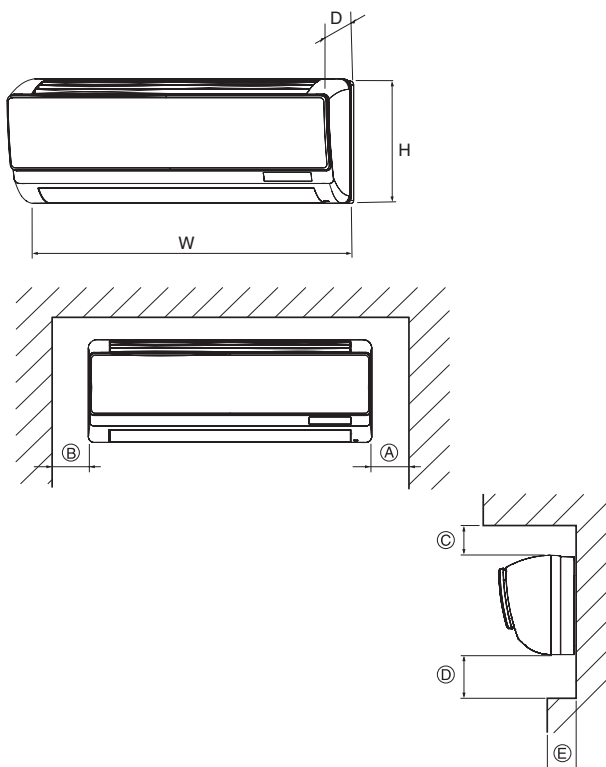

Fig. 2-1
①	Βάση για τη στερέωση σε τοίχο	1	Στερεώνεται στη πίσω πλευρά της μονάδας
②	Διατρητικές βίδες 4 x 35	8	Είναι τυλιγμένα με
③	Κετσές	1
④	Καλώδιο ελεγκτή εξ αποστάσεως MA	1
⑤	Καλώδιο	1
⑥	Ζώνη	1
⑦	Δέσιμο	1
2.1. Εξωτερικές διαστάσεις (Εσωτερική μονάδα) (Fig. 2-1)